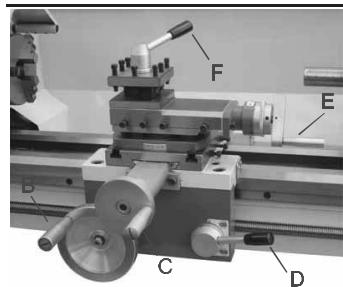

Рис. 15
Продольное перемещение (В, Рис. 15)
Рычаг зацепления полугайки (D, Рис. 15)
Маховицок поперечного перемещения (С, Рис. 15)
13. Рычаг поперечного перемещения верхнего суппорта (Е, Рис. 15)
Зажимной рычаг резцодержателя (F, Рис. 15)